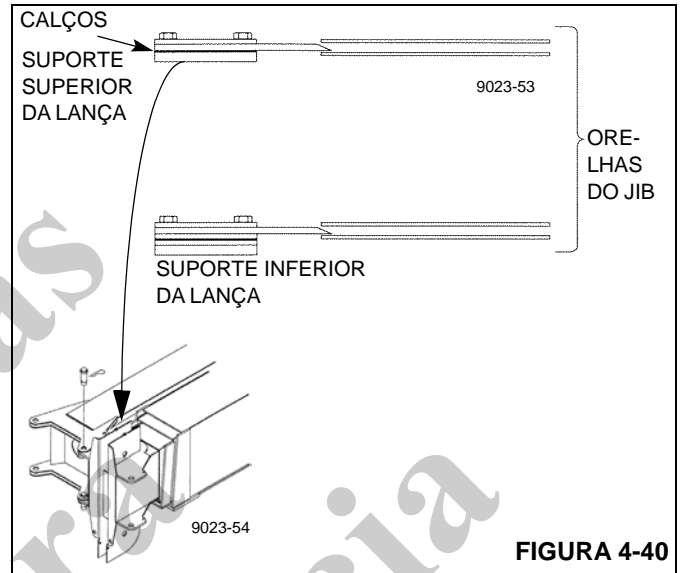

FIGURA 4-40
6. Lentamente retraia a lança até que as orelhas do jib estejam dentro de 12,7 mm (0.50 pol.) dos conjuntos das orelhas na primeira seção da lança. Observe o alinhamento vertical das orelhas do jib e dos conjuntos das orelhas e inclua ou remova calços até que o jib fique apoiado pelas orelhas do jib. Normalmente, o jib ficará apoiado somente no suporte superior (Figura 4-40).